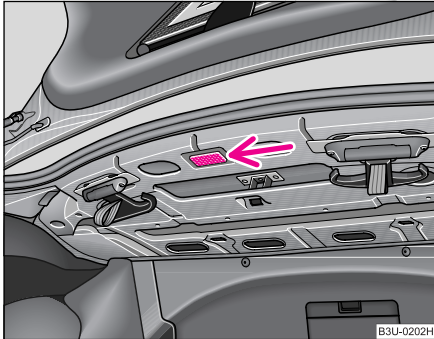

Fig. 191 Portbagajul:
- Introduceți vârful unei mici șurubelnițe în fanta de lângă lampă ♥ fig. 191 și apăsați lampa cu atenție.